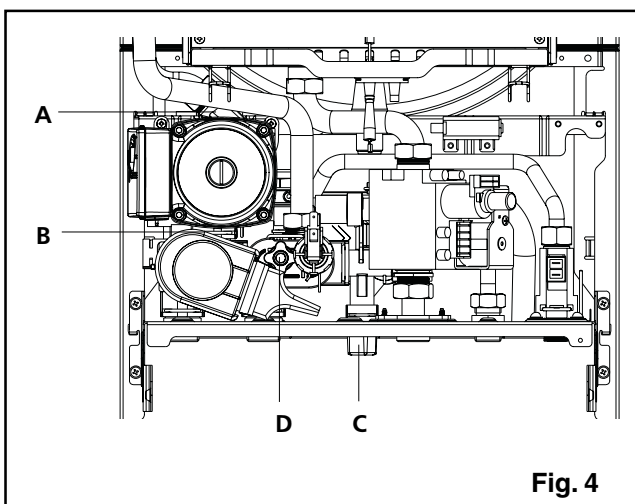
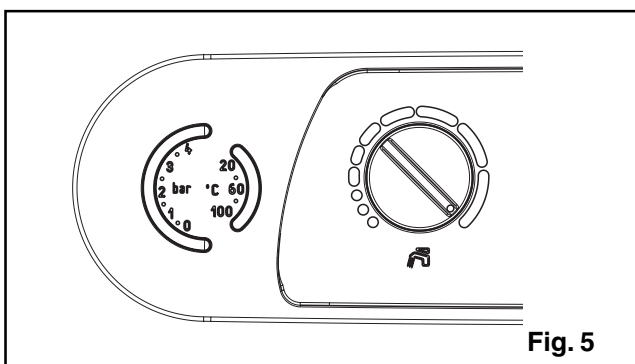

Fig. 4
Fig. 5
- abrir unas dos o tres vueltas el tapón de la válvula de venteo del aire automático (**A**, fig. 4);
- abrir el grifo de llenado (**C**, fig. 4) hasta que la presión indicada por el hidrómetro esté aproximadamente en 1 bar (fig. 5).
- aflojar la válvula de evacuación de la caldera (**D**, fig. 4)
La evacuación de la válvula de seguridad (**B**, fig. 4) se tiene que conectar a un adecuado sistema de recogida. El constructor no puede ser considerado responsable de eventuales inundaciones causadas por la intervención de la válvula de seguridad.